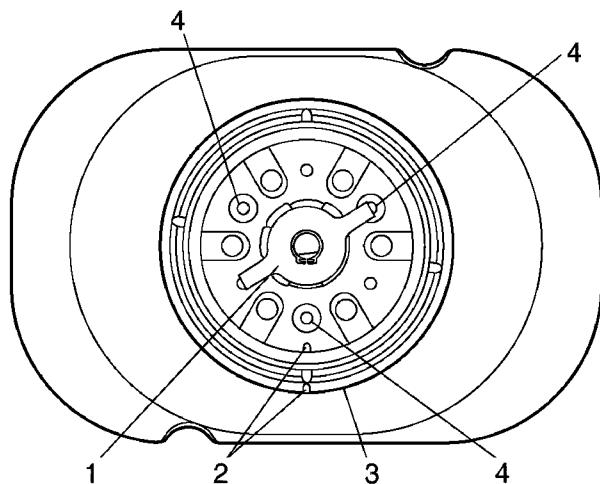

Рис. 20
2. Установить и совместить крепежный вал с тремя отверстиями для винтов на хлебном контейнере. (Рис. 20)